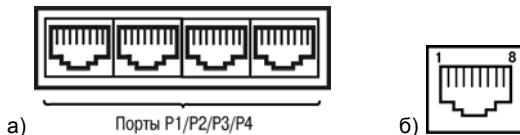

Рисунок 3.4 – Нижняя поверхность ПЛК304 с последовательными портами (а), выполненными под разъем типа RJ45 (б)
3.1.6 На нижней поверхности ПЛК304 расположены четыре последовательных порта (см. рисунок 3.4, а), выполненные под разъем типа RJ45 (рисунок 3.4, б). Монтаж контактов портов приведен в таблице 3.3.